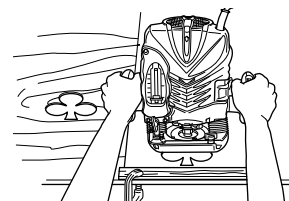

図 16
- (1) テンプレートガイドは、テンプレートを用いて同じ形状のものをたくさん加工する時に使用します。(図 16)